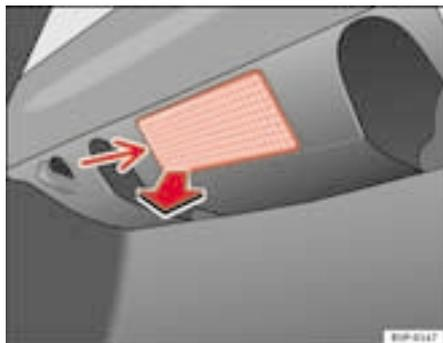

Fig. 163 Luz do porta-bagagens
- Extrair a tulipa pressionando o rebordo da parte interior da mesma -seta- com ajuda da parte plana da chave de parafusos ⇒ fig. 163.